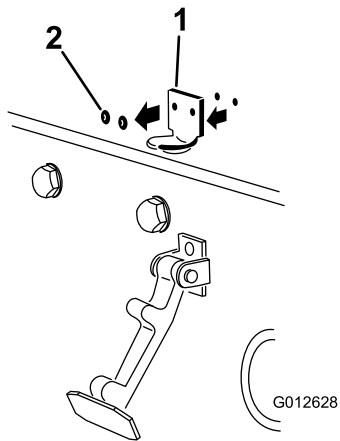

Figure 5
2. Retirez les (2) rivets qui fixent le support du verrou au capot (**Figure 5**). Enlevez le support du verrou du capot.
3. Alignez les trous de montage et positionnez le support de verrouillage CE et le support du verrou de capot sur le capot. Le support du verrou doit être appuyé contre le capot (**Figure 5**). Ne retirez pas le boulon et l'écrou du bras du support de verrouillage.